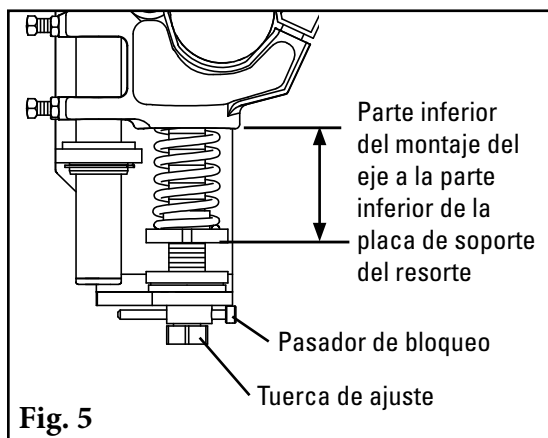

Fig. 5
5. **Establezca la tensión de la hoja.** Gire las tuercas de ajuste hasta que se haya alcanzado la compresión correcta del resorte (Fig. 5). La compresión del resorte es determinada por la longitud del resorte. Consulte la tabla a continuación para conocer la correcta longitud del resorte para su ancho de banda. Reemplace los pasadores de bloqueo.